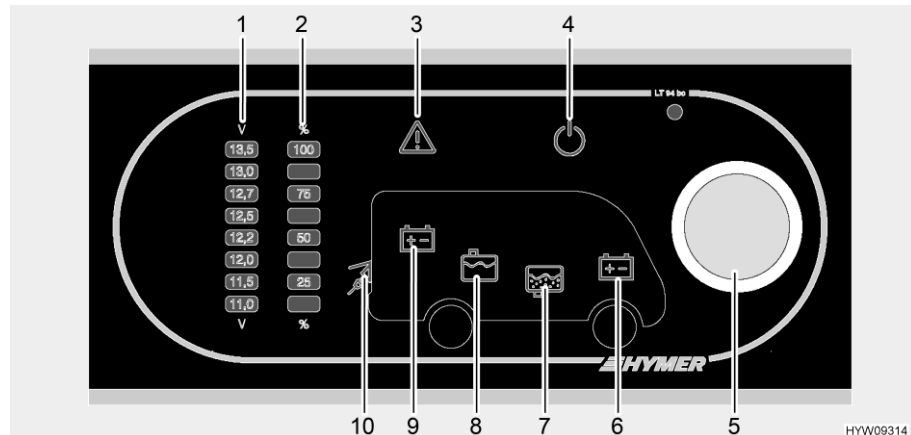

Bild 105 Panel (LT 94)
Med vridknappen (Bild 105,5) kopplas panelen och bodelens 12 V-försörjning till eller från.
- Slå på:** ■ Tryck på vridknappen (Bild 105,5): 12 V-försörjningen för bodelen är påslagen. 12 V-kontrolllampan (Bild 105,4) lyser.
- Slå från:** ■ Tryck på vridknappen (Bild 105,5): 12 V-försörjningen för bodelen är avstängd. 12 V-kontrolllampan (Bild 105,4) slocknar.
Med vridknappen (Bild 105,5) kan både spänningen av bodelsbatteriet och spänningen av startbatteriet avläsas. Spänningen visas på visarskalan för batterispänning (Bild 105,1).
- Vrid vridknappen (Bild 105,5) tills symbolen av batteriet som ska avläsas lyser.
Bodelsbatteriets spänning visas (Bild 105,9)
Startbatteriets spänning visas (Bild 105,6)
- Spänningen avläses på visarskalan batterispänning (Bild 105,1).
Med hjälp av vridknappen (Bild 105,5) kan såväl nivån i vattentanken som i avloppstanken avläsas. Nivån visas på visarskalan för tanknivån (Bild 105,2).
- Vrid vridknappen (Bild 105,5) tills symbolen av tanken vars nivå ska avläsas lyser.
Vattentankens nivå visas (Bild 105,8)
Avloppstankens nivå visas (Bild 105,7)
- Nivån visas på visarskalan för tanknivån (Bild 105,2).
Varningslampan alarm (Bild 105,3) blinkar, så snart som definierade gränsvärden överskrids eller underskrids.
Varningslampan alarm (Bild 105,3) blinkar, batteriets spänning är under 11 V. Om 12 V-försörjningen är påkopplad, lyser dessutom resp. batterisymbol upp (Bild 105,6 eller 9), och displayen "11,0" på visarskalan batterispänning (Bild 105,1) blinkar. Snart djupurladdning.
Tanklarm Varningslampan alarm (Bild 105,3) blinkar och resp. tanksymbol (Bild 105,7 eller 8) lyser upp, så snart som vattentanken eller avloppstanken är full.
230 V-kontrollampan (Bild 105,10) lyser när nätspänningen ligger på el-blockets ingång.